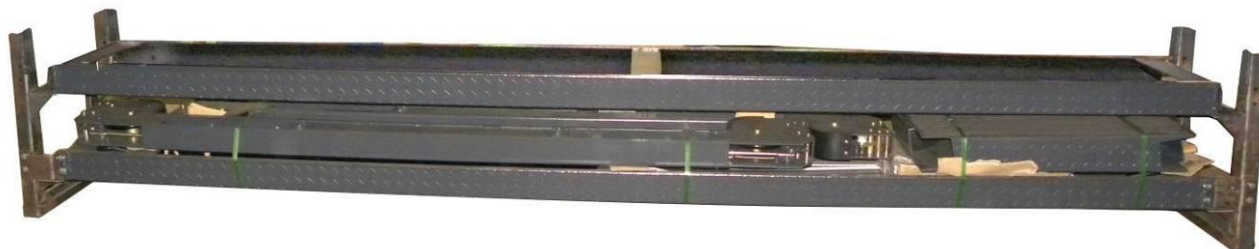

Рис. 6
3. Снимите трапы и колонны (См. Рис.6).